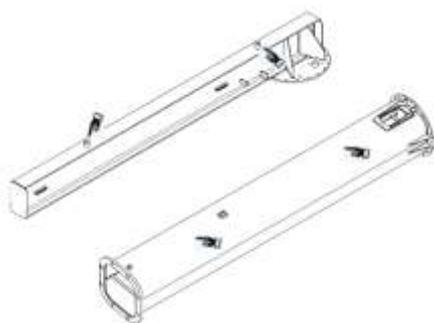

fig. 11
- Les éléments de charpenterie de la potence (colonne et flèche) sont, en général, fournis sans emballage ; sur les colonnes et sur les flèches des points d'accrochage sont présents pour faciliter la manutention durant les opérations d'installation (fig. 11).